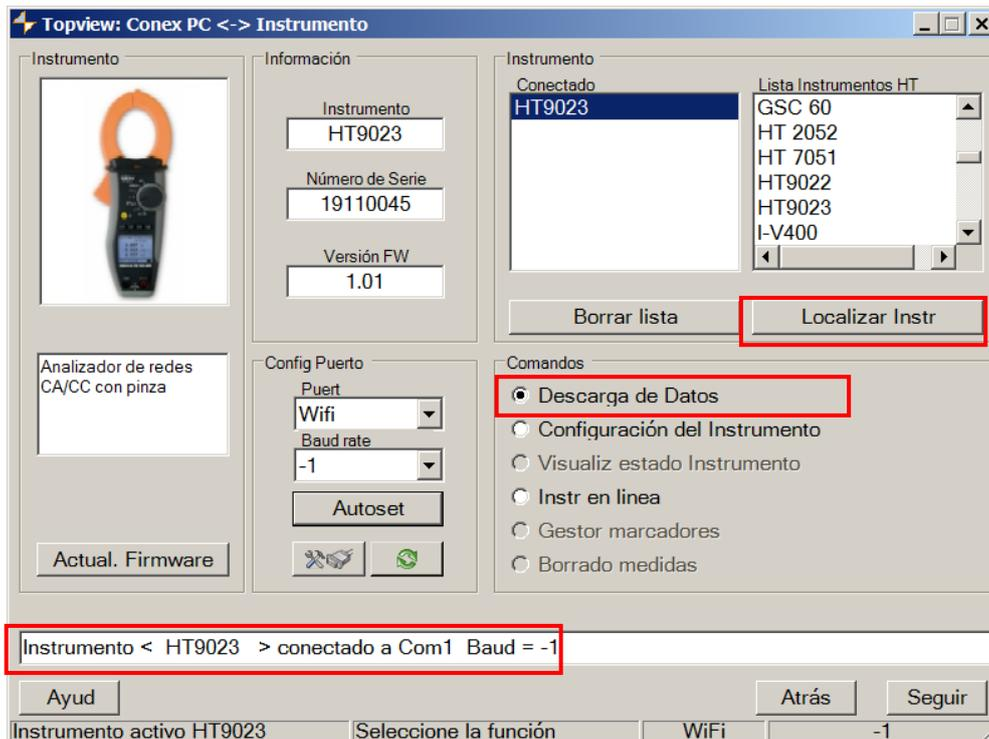

Fig. 16: Reconocimiento del instrumento en el software TopView
- Iniciar el software TopView y abrir la sección "**Conex PC → Instrumento**", ejecute el comando "Localizar instrumento" y verifique el reconocimiento (ver Fig. 16)